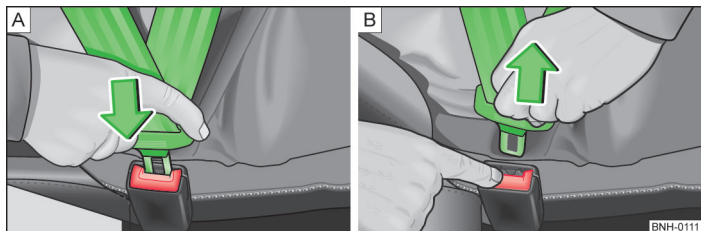

Fig. 161 Fixarea sau desfacerea centurii de siguranță
- Introduceți clema de fixare în catarama aferentă a centurii de siguranță » fig. 161 - [A] până când se fixează cu un declic.
- Apăsăți tasta de culoare roșie de pe catarama centurii » fig. 161 - [B], lamela de fixare sare afară.